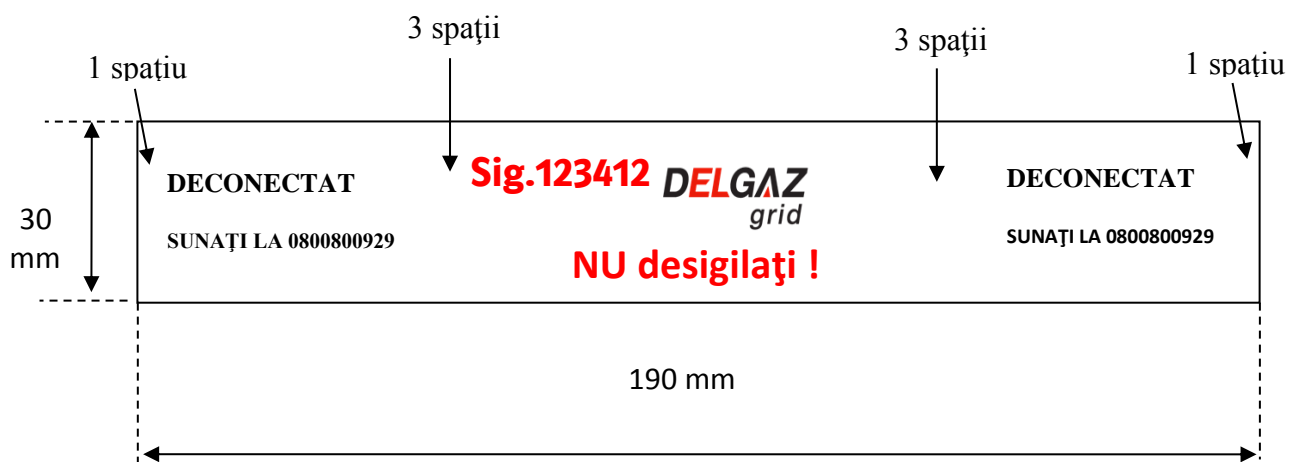

Figura 1.6
1.4 Sigilarea siguranței (siguranțelor) fuzibile aferente (în grupurile de măsurare directe cu $I_{max} \leq 80 A$) prin utilizarea sigiliului autoadeziv [REDACTED] și a unei garnituri electroizolante. Cazul unui consumator deconectat (Figura 1.4). În acest caz se va utiliza modelul de sigiliu autoadeziv prezentat în Figura 1.6.